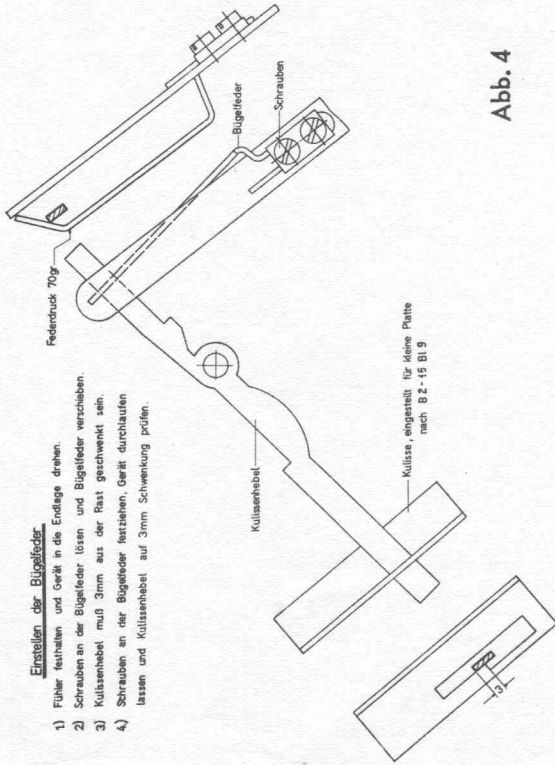

Abb. 4
- Abb. 4 Einstellen der Bügelfeder